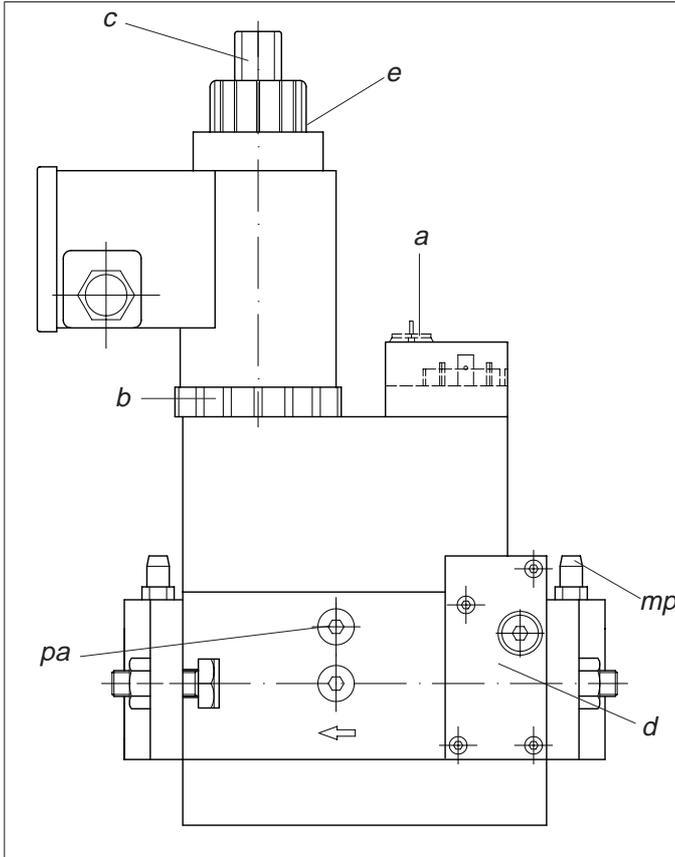

Fig. 10 Multibloc Dungs MB-ZRDLE (2 allures)
- Reprendre et affiner les réglage de débit de 1ère et 2ème allure (pour le gaz propane seulement pleine allure) en agissant sur les réglages du Multibloc Dungs MB-ZRDLE B01-S52 comme indiqué dans fig. 10.